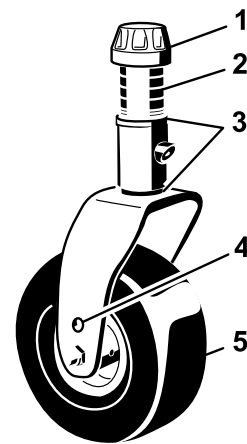

Bild 88
1. Entfernen Sie die Spannkappe von der Spindelwelle und ziehen die Spindel aus dem Laufradarm heraus (**Bild 88**).